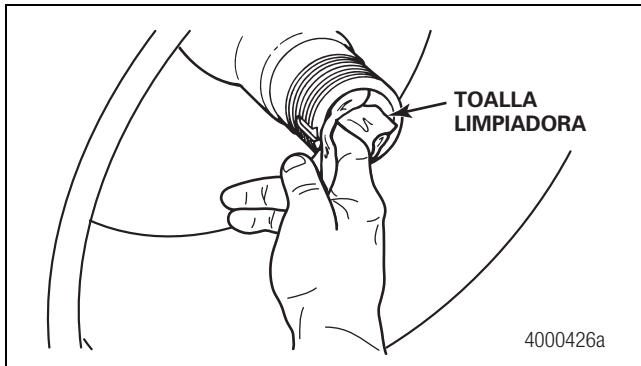

Figura 2.18
13. Use la misma toalla limpiadora para eliminar sustancias contaminantes de la superficie interior de la espiga como, por ejemplo, polvo del rectificado, suciedad o lubricante del extremo de rueda. Proteja la superficie interior limpia de otras sustancias contaminantes. Figura 2.18.